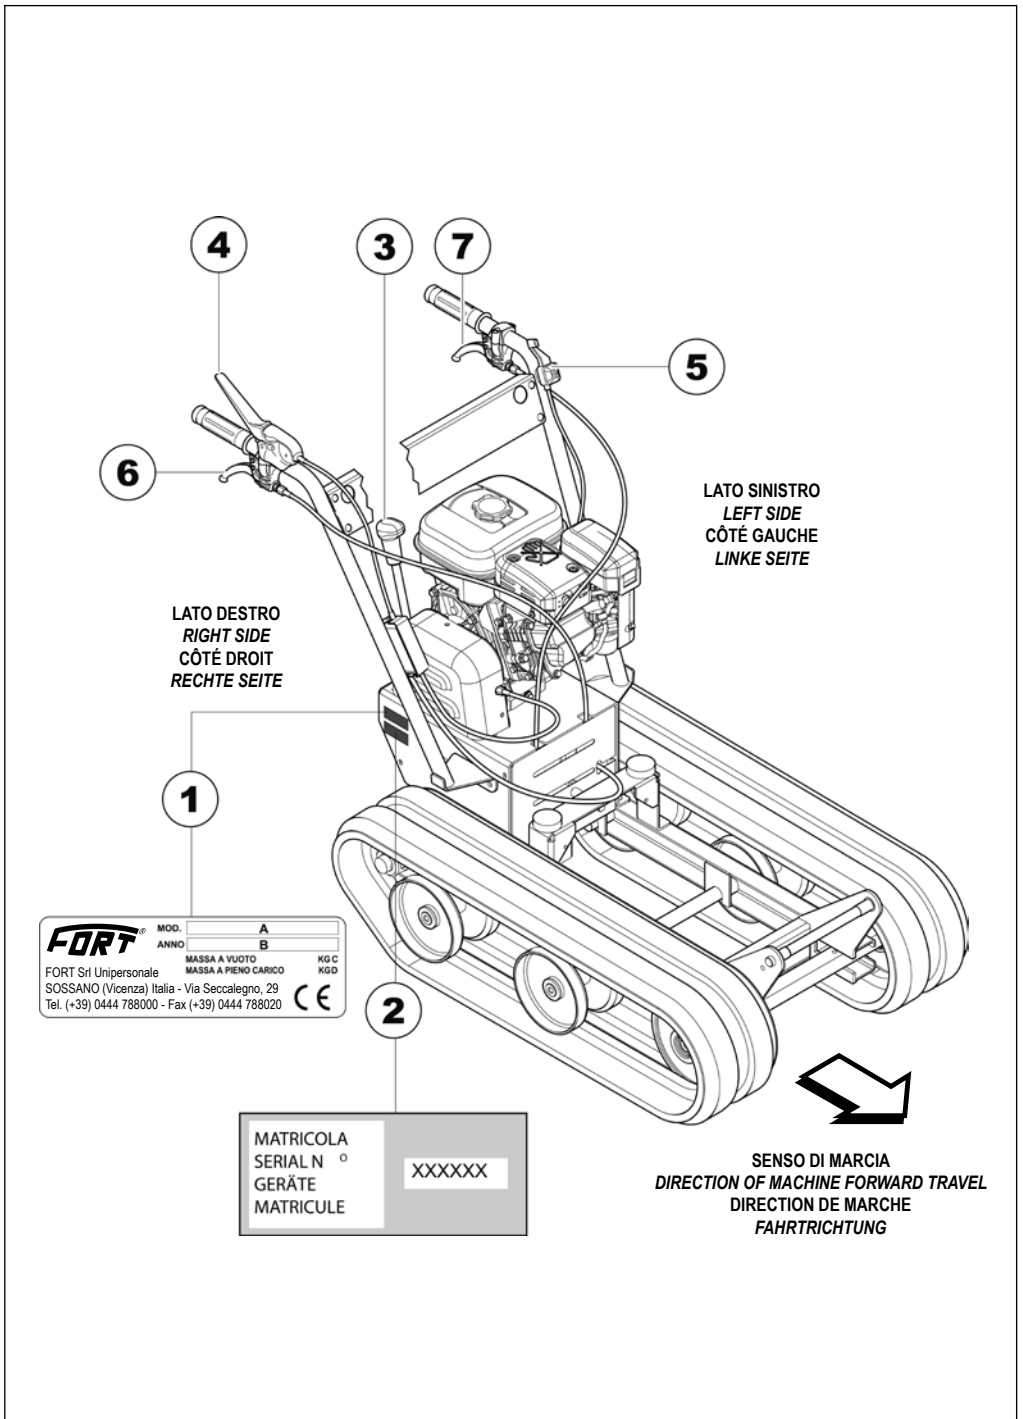

Fig. 1
**MACCHINA.** Ogni singola macchina è dotata di targhetta CE (1 Fig. 1), che riporta: